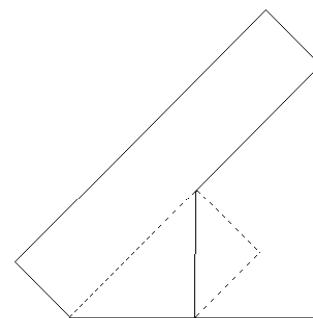

Figura No. 3
2.4 Hace lo mismo con ambos lados laterales, formando un triángulo de referencia para el manejo aséptico de la envoltura. (Figura No. 3)